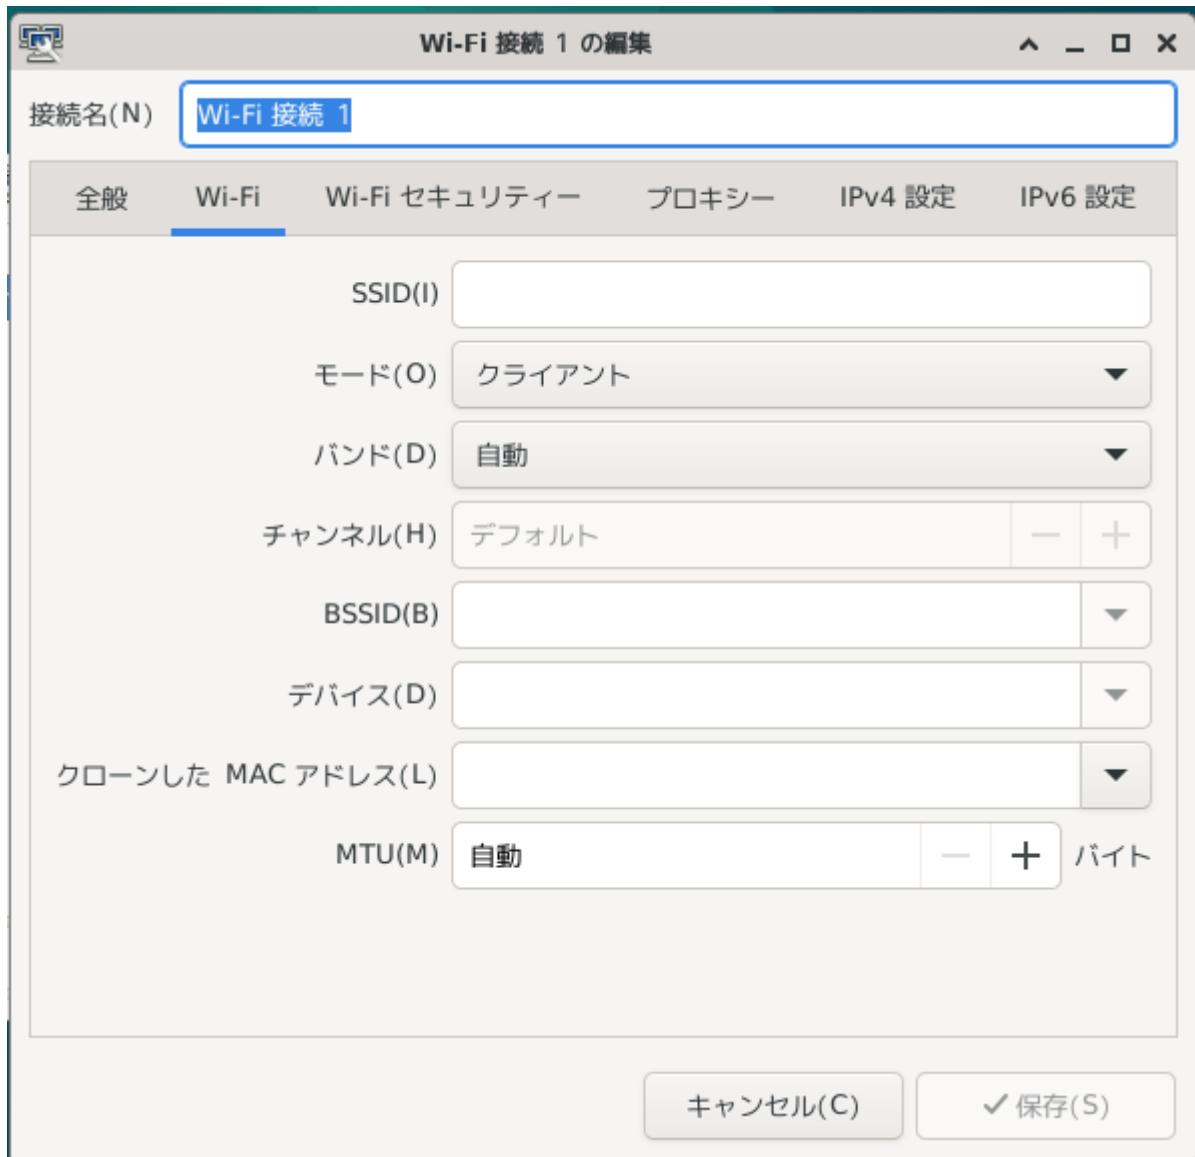

図 2-5-4. 無線 LAN 設定画面
- ③ 図 2-5-4 のような画面が起動します。「Wi-Fi」を選択して[作成]をクリックしてください。
- ④ 図 2-5-4 のような設定画面が起動します。接続しているネットワークの環境に合わせた設定を行ってください。